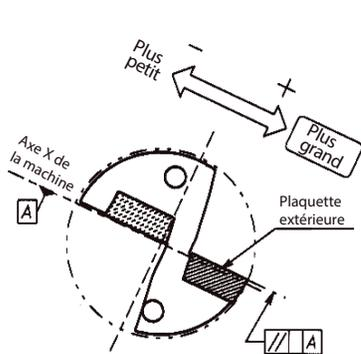
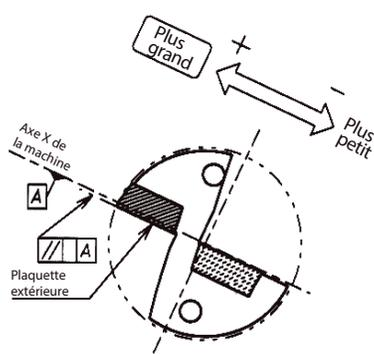
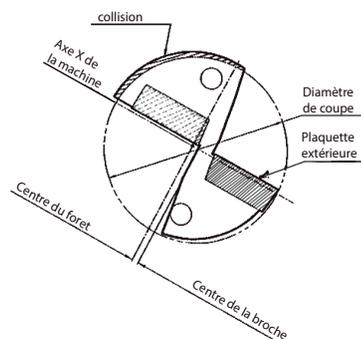

Fig. 2 Plaquette extérieure vers le haut
Fig. 3 Plaquette extérieure vers le bas
Fig. 4 Décalage excessif (pour trou d'un diamètre plus petit)
2. Pour agrandir le diamètre du trou, faire glisser l'outil le long de l'axe X vers la plaquette extérieure (fig. 2, fig. 3). Pour réduire le diamètre du trou, faire glisser l'outil le long de l'axe X, dans la direction opposée. (Ce mouvement de l'axe est appelé « décalage »). Toutefois, veiller à ne pas trop réduire le diamètre du trou. Il ne doit pas être inférieur de 0,2 mm ou plus au diamètre du foret. Dans le cas contraire, le porte-plaquettes entrera en contact avec le trou foré (fig. 4) p. ex.) avec un foret de  $\varnothing 20$ , le diamètre du trou ne doit pas être inférieur à 19,8 mm.